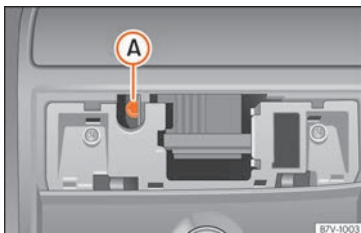

Fig. 18 Vis Allen pour verrouiller le toit coulissant panoramique.
- Introduisez une nouvelle clé Allen courante¹⁾ de 4 mm dans la vis Allen » **fig. 18 (A).**